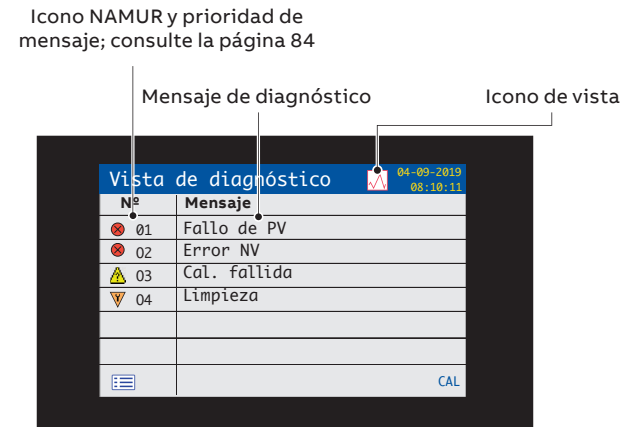

Figura 7 Vista de diagnóstico
- Vista de diagnóstico: muestra una lista de mensajes de diagnóstico activos identificados por su prioridad y su mensaje: consulte la Figura 7